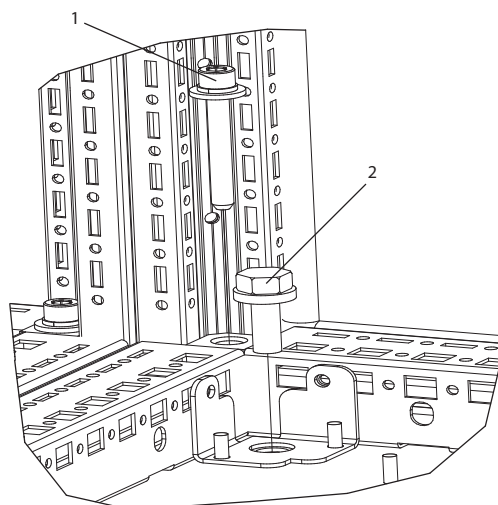

Рисунок 6.103 Местоположение крепежных деталей
2. Используя стопорную шайбу и плоскую шайбу, закрепите каждый из болтов M8x60 мм через корпус в резьбовом отверстии в основании. Используйте четыре болта для каждого шкафа. См. *Рисунок 6.103*
3. Используя невыпадающую стопорную шайбу и плоскую шайбу, закрепите каждый из болтов M10x30 мм через пластину основания в резьбовом отверстии в основании. Используйте четыре болта для каждого шкафа. См. *Рисунок 6.103*
Таблица 6.63 Пояснения к *Рисунок 6.103*